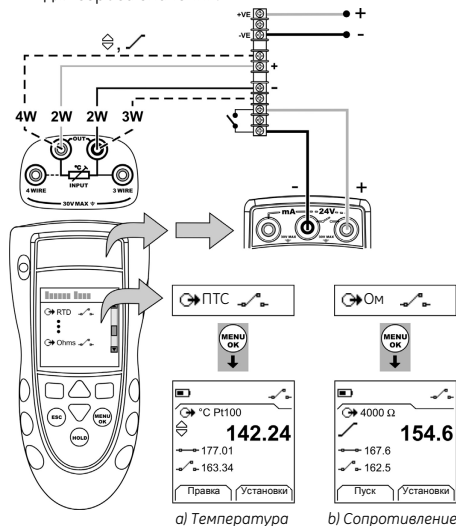

Рисунок 6: Пример конфигурации – Проверка выключателя
1. Подключите прибор (Рисунок 6) и, при необходимости, отрегулируйте *Настройка* (Таблица 1).